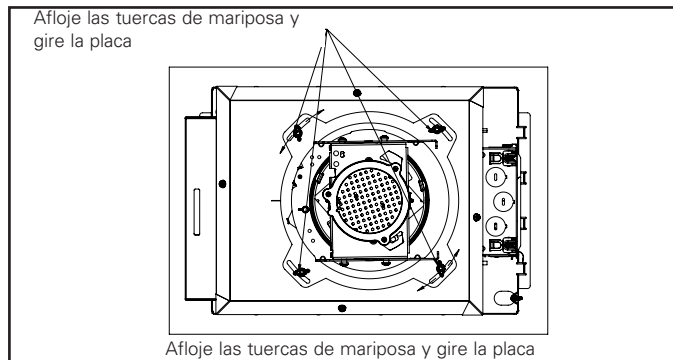

Figura 3
- Para aberturas cuadradas, los bordes del collar pueden ajustarse para alinearlos en paralelo con las paredes de la habitación. Para ello, introduzca la mano en el recorte y afloje la tuerca de mariposa del interior de la carcasa, como se muestra en la Figura 3.